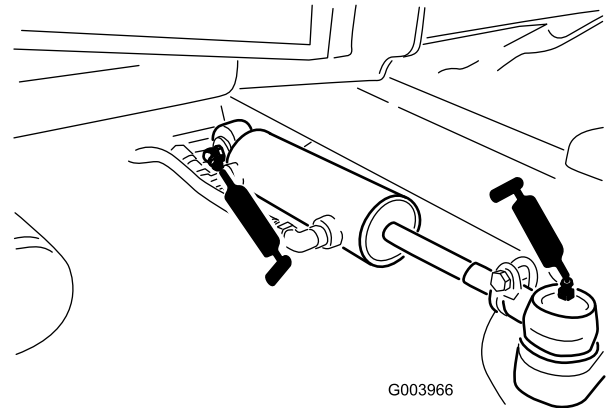

Bild 56
- Lenkzylinder-Kugelgelenke (2) (Bild 56)